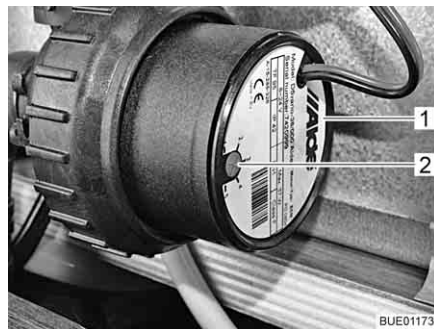

Fig. 163 Riduzione del numero di giri
Con il pomello girevole (Fig. 163,2) è possibile impostare il numero di giri della pompa di circolazione. A un numero di giri ridotto i rumori prodotti dal funzionamento della pompa si riducono.
Il pomello girevole si trova sulla pompa di circolazione (Fig. 163,1).
- Ruotare il pomello girevole (Fig. 163,2) in senso antiorario. La potenza diminuisce.